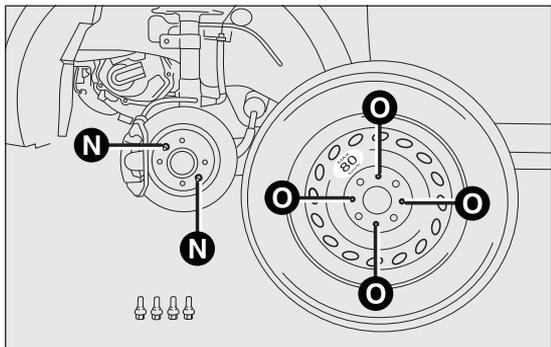

fig. 121
- monter la roue compacte de secours en faisant coïncider l'axe N fig. 121 avec l'un des orifices O fig. 121 se trouvant sur la roue ;